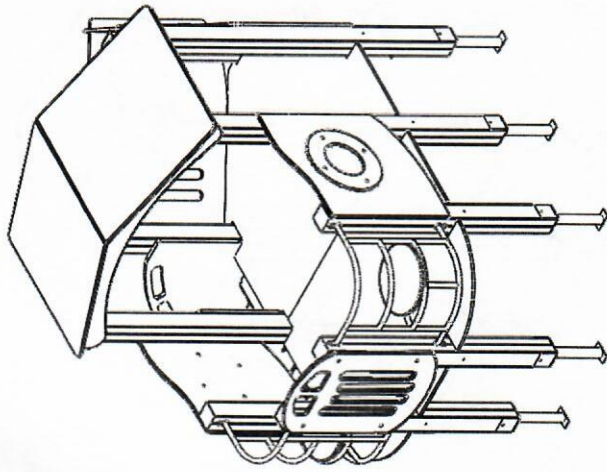

Рис. 15
3.6 Закрепить стропила крыши к столбам сантех саморезами 80 + шайба + колпачок. Скат крыши прикрутить к стропилам с помощью уголков + болт М6х30 + шайба + гайка. (рис. 15).